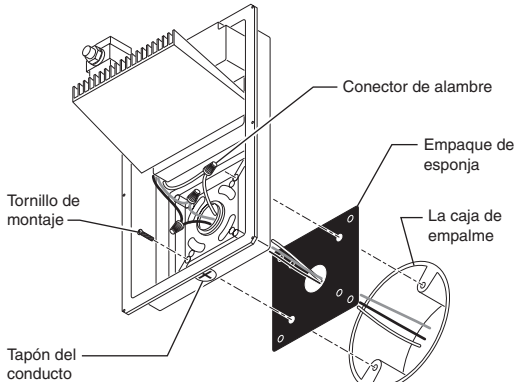

Figura 2
- Retire la protección de papel del empaque de esponja y presiónelo contra la parte de atrás del aparato de luz de modo que los bordes del empaque queden alineados con el área empotrada de la parte de atrás del aparato (figura 2).
- Pase el cableado de la casa al interior del aparato de luz (figura 2):
- Instale el aparato de luz (figura 2):
- Conecte los conductores del aparato a los conductores de la casa con los conectores de alambre incluidos. (**negro con negro, blanco con blanco, y el conductor verde con el conductor de conexión a tierra de la casa**). Vea la figura 2.